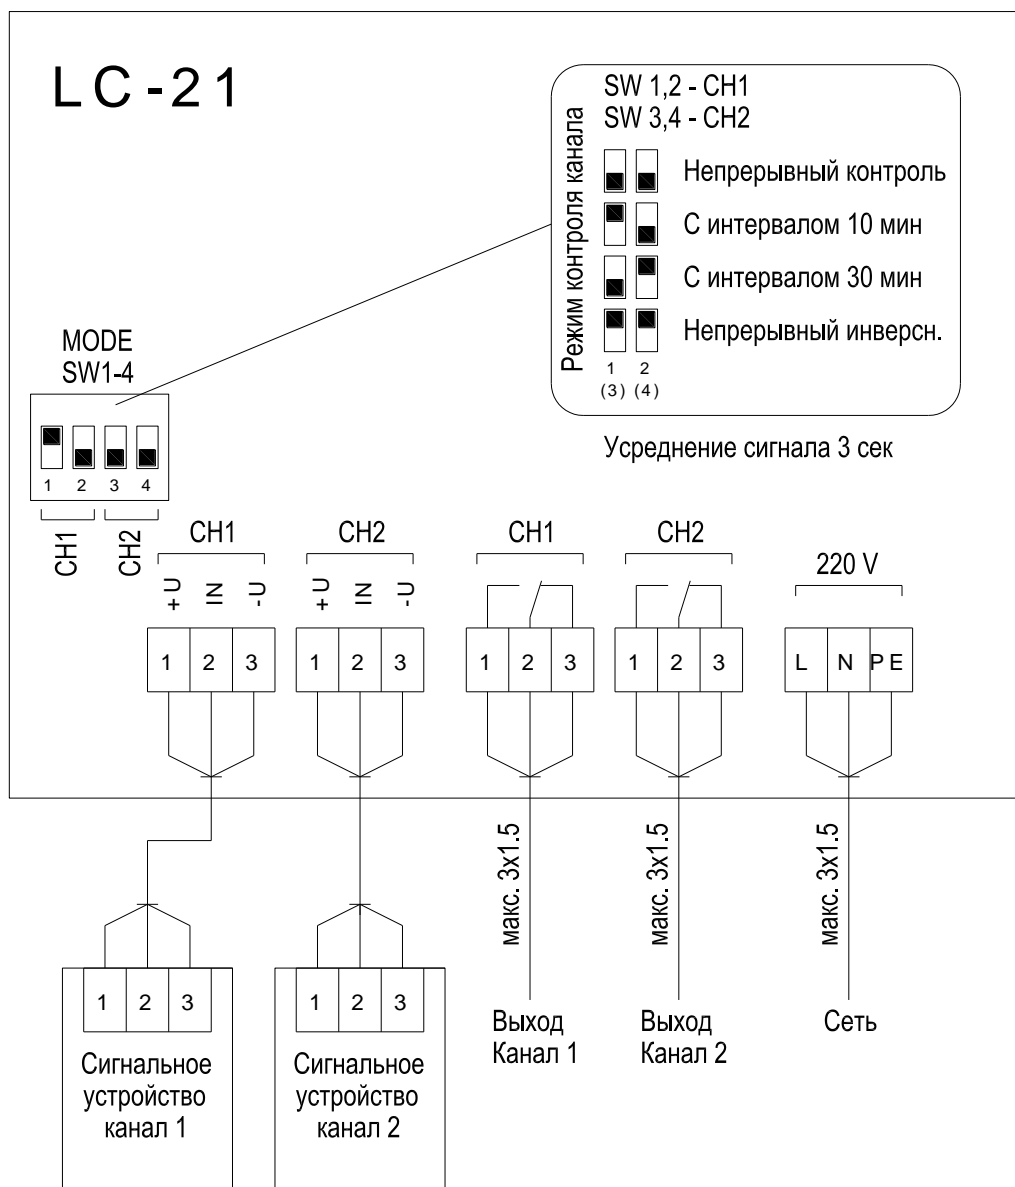

Рис. 2 Схема электрических подключений
- 4.4 При подключении Сигнализатора следует руководствоваться электрической схемой подключений, приведённой на рис.2.
- 4.5 Подключение питающей сети выполнить согласно схеме рис.2 кабелем 3x1,5 мм².
- 4.6 Установить датчик (как пример – OLS-01 (датчик уровня жира/масла)* или SLS-01 (датчик уровня осадка)) в резервуар на нужный уровень и подключить его на клеммы входа CH1 согласно схеме рис.2. Установить необходимый режим опроса датчика DIP переключателями SW1,2** (при формировании комплекта производителем выставляются рекомендованные значения). Датчик типа «сухой контакт» следует подключать к клеммам «+U» и «IN».
- 4.7 Установить второй датчик (опция) в соответствии с п.4.6. в резервуар на нужный уровень и подключить его на клеммы входа CH2 согласно схеме рис.2. Установить необходимый режим опроса датчика DIP переключателями SW3,4 (при формировании комплекта производителем выставляются рекомендованные значения). Датчик типа «сухой контакт» следует подключать к клеммам «+U» и «IN».
- 4.8 Выходной сигнал типа «сухой контакт» о достижении уровня выдается согласно схеме рис.2 по каждому каналу отдельно. Максимальная нагрузка на сухой контакт: переменное напряжение 220В / 5А, постоянное напряжение 24В / 5А. Подключение выполнить кабелем сечением не более 3x1,5 мм².